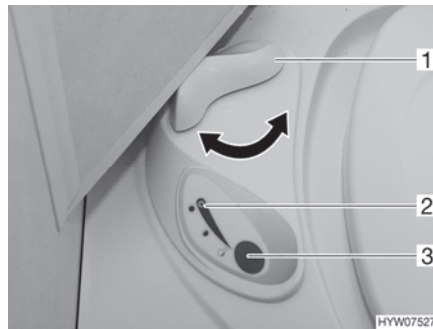

Fig. 148 Unidad de mando inodoro Thetford
- Antes del lavado, abrir la corredera del inodoro Thetford. Para ello, girar la palanca de corredera (Fig. 148,1) en sentido contrario a las agujas del reloj.
- Para lavar, pulsar el botón del inodoro azul (Fig. 148,3).
- Tras el lavado, cerrar la corredera. Para ello, girar la palanca de corredera (Fig. 148,1) en sentido de las agujas del reloj.
La luz de control (Fig. 148,2) se enciende cuando es necesario vaciar el cassette Thetford.